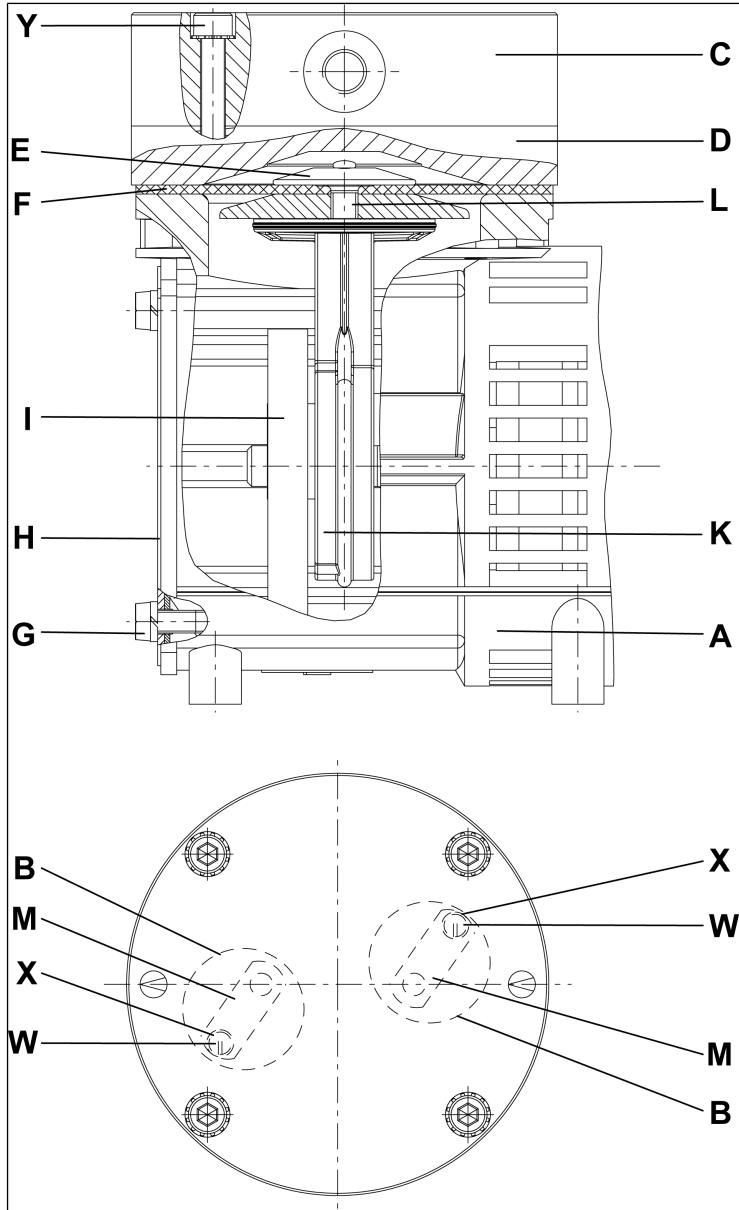

Fig.7: Partes de la bomba para tipos de bomba con cabezales lisos y muelles de válvula (acero inoxidable, simbólico)
*\*\*Según Fig. 7*
**i** Los siguientes números de posición se refieren a Fig. 7).